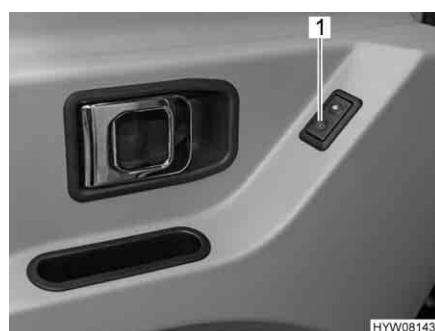

Fig. 23 Interruttore per l'alzacristalli elettrico nella porta conducente
- Premere l'interruttore (Fig. 23,1).